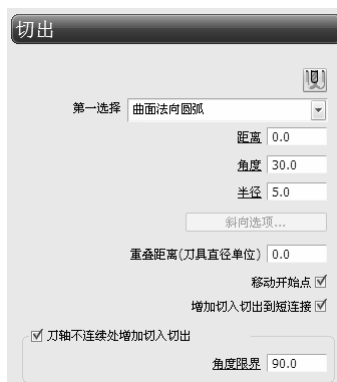

图 4-83 “切出”选项卡
2) 选择“切出”选项,选择“曲面法向圆弧”切入方式,设置“距离”为 0.0,“角度”为 30.0,“半径”为 5.0,如图 4-83 所示。